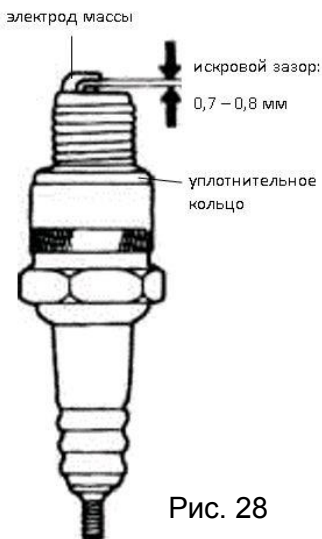

Рис. 28
5. Измерьте расстояние между электродами с помощью круглого щупа. (см. рис. 28) Расстояние между электродами: $0,70 \pm 0,80$ мм. При необходимости подогните электрод массы до нужного расстояния.